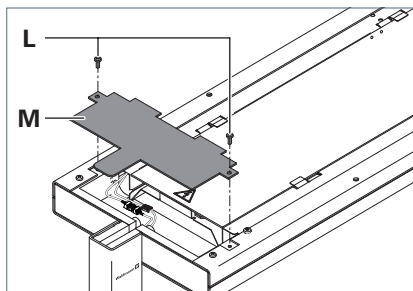

Fig. 17: Montaggio della copertura.
- Collocare la copertura **M** sulla testa dell'apparecchio, vedi Fig. 17.